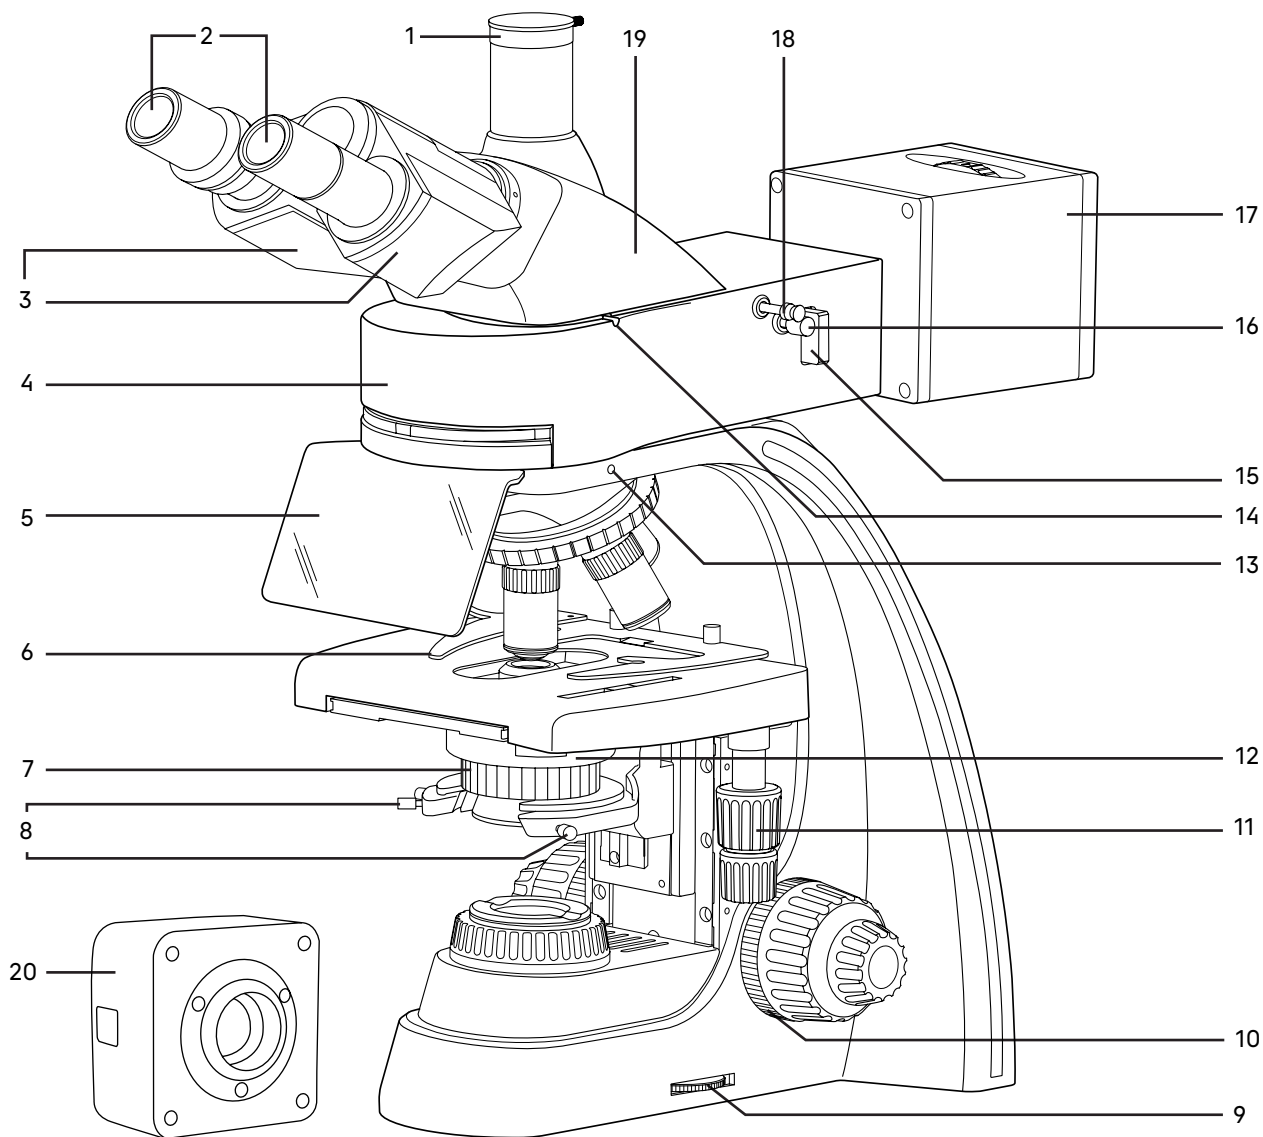
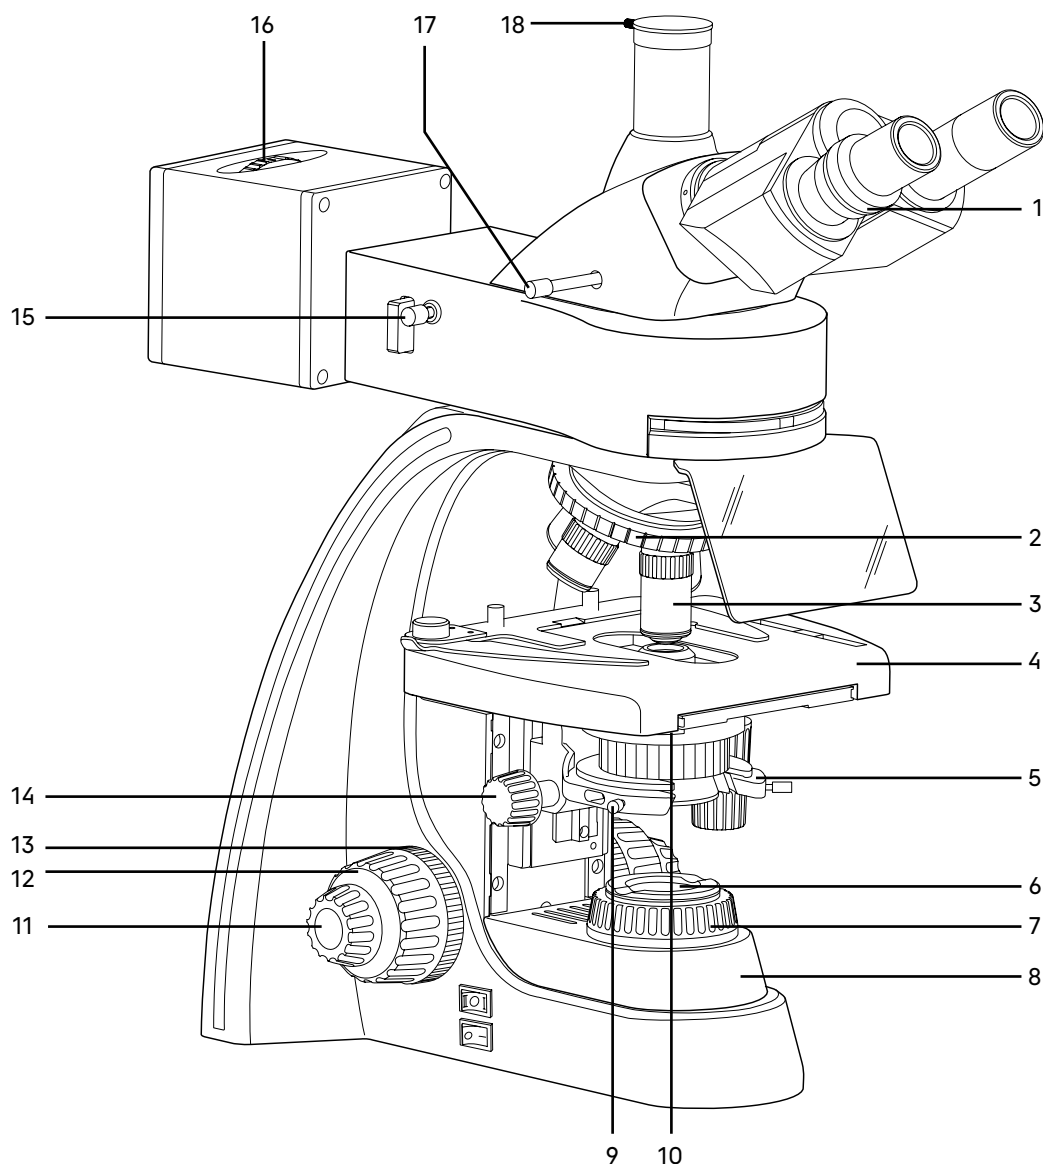

Рис. 1. Микроскоп MAGUS Lum D400L. Вид справа
Рис. 2. Микроскоп MAGUS Lum D400L. Вид слева
Полный состав микроскопа указан в разделе 8 данного руководства по эксплуатации. Общий вид микроскопа представлен на рис. 1, 2 и 3.
Штатив 8 (рис. 2) представляет собой цельную конструкцию с основанием. Основание имеет Y-образную устойчивую эргономичную форму.
- револьвер 2 (рис. 2) с объективами 3 (рис. 2);
- предметный столик 4 (рис. 2);
- кронштейн конденсора 5 (рис. 2);
- коллектор в оправе с полевой диафрагмой 6 (рис. 2).
Диск 9 (рис. 1) служит для регулировки напряжения питания источника проходящего и отраженного света.
Фокусировка на объект осуществляется перемещением по высоте предметного столика 4 (рис. 2). Грубая фокусировка производится вращением коаксиальных рукояток 12 (рис. 2), которые размещены по обеим сторонам штатива.
Тонкая фокусировка производится вращением рукояток 11 (рис. 2), расположенных по обеим сторонам штатива. Тонкая фокусировка требуется для точного фокусирования на объект и для подфокусировки микроскопа на резкость изображения при смене объективов и препаратов.
Механизм регулировки жесткости хода грубой фокусировки 10 (рис. 1) – кольцо между штативом и рукояткой грубой фокусировки с правой стороны. С помощью кольца регулируется жесткость хода грубой фокусировки так, чтобы жесткость была комфортной для пользователя, но при этом столик не опускался самопроизвольно во время работы.
Рукоятка блокировки грубой фокусировки 13 (рис. 2) расположена с левой стороны. После завершения грубой фокусировки рекомендуется перевести рычаг в крайнее положение в направлении по часовой стрелке. Таким образом закрепится положение грубой фокусировки для быстрой рефокусировки после смены препарата.
Насадка 19 (рис. 1) обеспечивает визуальное наблюдение изображения объекта. Насадка устанавливается в отверстие верхнего фланца корпуса люминесцентной насадки 4 (рис. 1) и закрепляется винтом 14 (рис. 1). Насадку при установке развернуть окулярами в сторону предметного столика.
Изменение межзрачкового расстояния в насадке осуществляется разворотом окулярных тубусов 3 (рис. 1) в пределах 48–75 мм. Значение расстояния, установленного в соответствии с глазной базой наблюдателя, отсчитывается по шкале на насадке.
Механизм диоптрийной подвижки окуляров служит для компенсации аметропии глаз наблюдателя. Находится на левом окулярном тубусе – кольцо 1 (рис. 2). Второй окулярный тубус насадки неподвижный.
В вертикальный тубус 1 (рис. 1) корпуса визуальной насадки (канал визуализации) для фиксации камеры устанавливается переходник C-mount. Камера служит для вывода изображения на экран компьютера или монитор/телевизор. Переключение светового потока на вертикальный тубус производится рукояткой 17 (рис. 2). Рукоятка имеет два положения: 100/0 и 0/100.
В комплект микроскопа входят окуляры 2 (рис. 1). Окуляры имеют высокое положение выходного зрачка и предназначены для работы как в очках, так и без них.
Револьверное устройство 2 (рис. 2) обеспечивает установку пяти объективов 3 (рис. 2). Смена объективов производится вращением револьверного устройства за конусную рифленую поверхность до фиксированного положения.
Объективы 3 (рис. 2) рассчитаны на длину тубуса «бесконечность». Парфокальная высота объективов составляет 45 мм, линейное поле зрения в плоскости изображения – 22 мм. Рассчитаны для работы с препаратами с толщиной покровного стекла 0,17 мм или без покровного стекла. Микроскоп укомплектован объективами-планахроматами с увеличением 4х, 10х, 40х (люминесцентный), 100х. Дополнительно возможна комплектация объективом-планахроматом 20х и 60х и люминесцентным планахроматом 10х.
Конденсор 12 (рис. 1) установлен в кронштейн 5 (рис. 2) под предметным столиком микроскопа. Тип крепления конденсора – «ласточкин хвост». Конденсор устанавливается по направляющим при поднятом столике и опущенном кронштейне. Перемещение конденсора вдоль оптической оси микроскопа осуществляется с помощью рукоятки перемещения кронштейна конденсора 14 (рис. 2), расположенной слева от наблюдателя под столиком микроскопа. Диапазон перемещения конденсора – не менее 33 мм.
Конденсор имеет слот 10 (рис. 2) для установки слайдера темного поля или слайдера фазового контраста.
Кронштейн конденсора имеет пружинный держатель, с помощью которого двумя винтами 8 (рис. 1) конденсор центрируется в оптической оси. Фиксация конденсора в держателе осуществляется винтом 9 (рис. 2).
Двухкоординатный предметный столик 4 (рис. 2) обеспечивает перемещение объекта в двух взаимно перпендикулярных направлениях с помощью рукояток 11 (рис. 1), расположенных на одной оси.